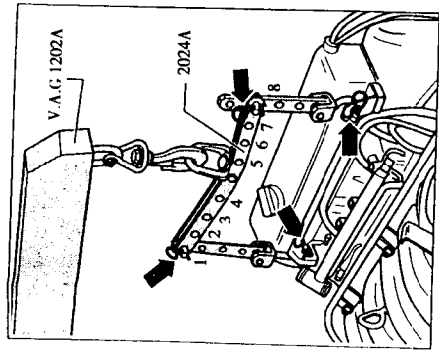

图 1-1 发动机的吊卸
- (13)拆下空气滤清器。
- (14)拆下进气歧管罩盖。
- (15)拔下燃油分配管上的输油管和回油管。
- (16)拔下发动机上所有的冷却液软管。
- (17)从发动机上拆除连接管、真空管和进气软管。
- (18)拆下冷却系统的补偿容器放在一旁。
- (19)拔下或拆除发动机所有必需的电器连接。
- (20)拆下发动机与变速器间的连接螺栓。
- (21)拧下发动机上部左右两边支承的固定螺母。
- (22)拆下发动机和变速器下部连接螺栓。
- (23)如图 1-1 所示,使用发动机吊架 2024A,利用小吊车 V.A.